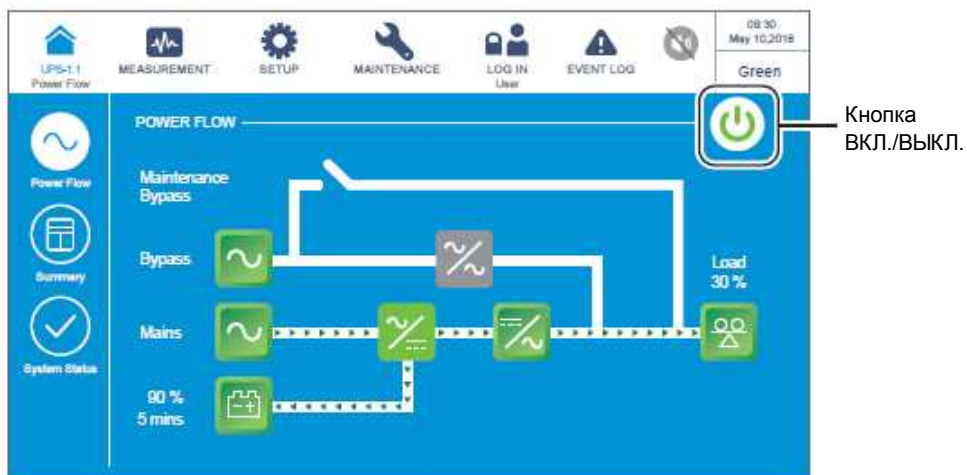

Рисунок 6-62: Экран режима сбережения энергии и расположение кнопки ВКЛ./ВЫКЛ.
- 1 В режиме сбережения энергии на ЖК-дисплее отображается следующий экран (**Рисунок 6-62**), а трехцветный светодиодный индикатор горит зеленым. Расположение трехцветного светодиодного индикатора см. на **Рисунке 2-12**.